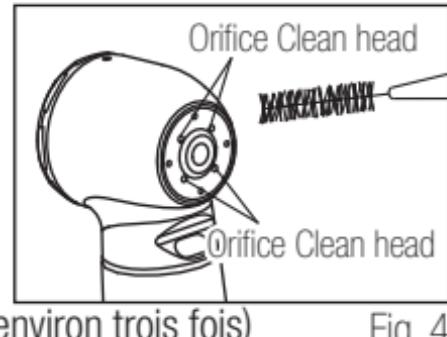

Fig. 4
- 1) Eliminez les saletés et les débris présents sur la pièce à main. (Fig.4)